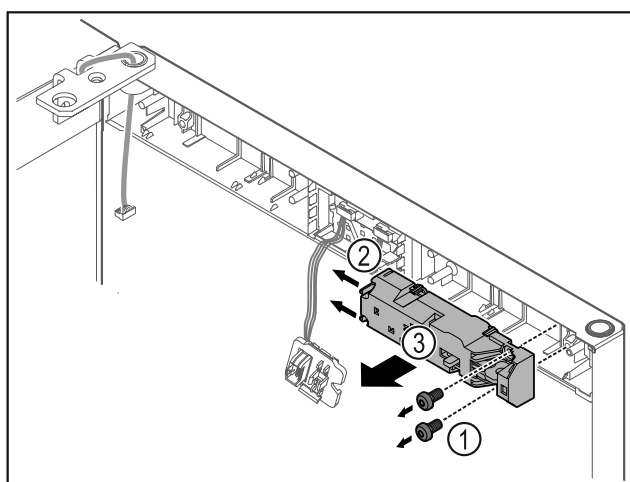

Fig. 12
- Retirar los tornillos Fig. 12 (1).
- Presionar hacia un lado las lengüetas de retención Fig. 12 (2) y retirar el cierre a distancia Fig. 12 (3).